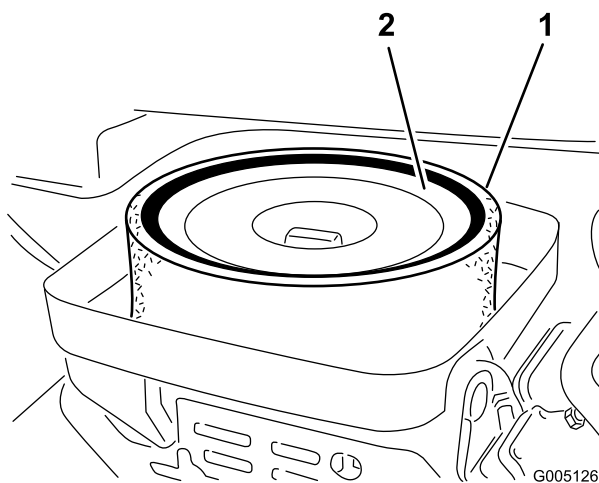

Figura 48
3. Se l'elemento in schiuma sintetica è sporco, rimuovetelo dall'elemento di carta (Figura 48). Pulitelo accuratamente, come indicato di seguito: